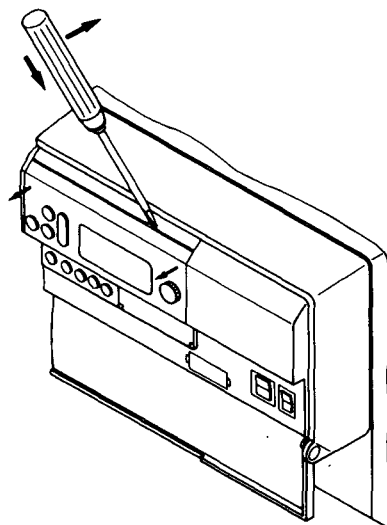

Fig. 2
3. Dégager le module de commande du plastron en engageant un tournevis dans les évidements prévus à cet effet et extraire le module de commande (fig. 2).